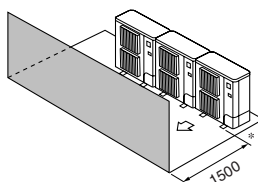

Fig. 2-10
- ③ Alleen obstakels aan de voorzijde (Fig. 2-10)